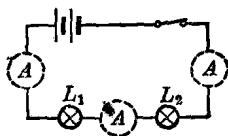

图 72
(1) 观察安培計的刻度盘和接綫柱。怎样从刻度盘来确认它是安培計？利用哪两个接綫柱的时候，安培計的量度范围較大？利用哪两个接綫柱的时候，量度范围較小？各是多少？
(2) 参照图 72，把电鍵、电池組、两个小电灯  $L_1$  和  $L_2$  組成串联电路。然后用安培計依次量度电池組正极和  $L_1$  之間的电流强度， $L_1$  和  $L_2$  之間的电流强度， $L_2$  和电池組負极之間的电流强度。
(3) 根据步骤(2)里量出的三个电流强度回答：串联电路中各处的电流强度有什么关系？